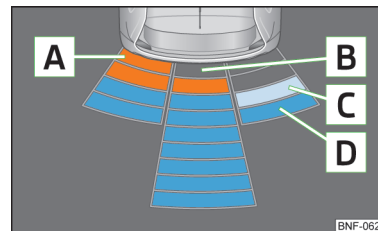

Fig. 88 Visning af det optiske parkeringssystem på skærmen
Visning på skærmen » Fig. 88
- A** En forhindring, der registreres i kollisionsområdet, vises ved hjælp af det orange segment » Fig. 88. 🚫 **Kør ikke videre!**
➤ Ved at berøre multifunktionssystemets skærm med fingeren » Fig. 88